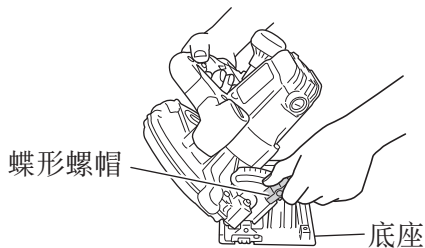
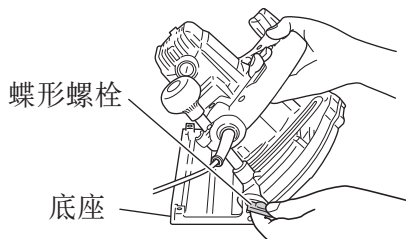
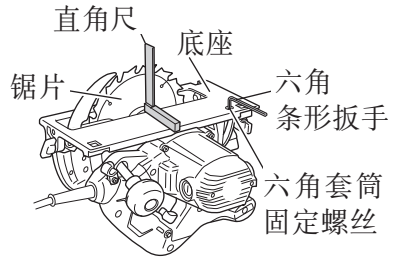

图 5
图 6
图 16
如图 5、图 6 所示拧松斜规上的蝶形螺帽和底座上的蝶形螺栓，根据底座的情况，锯片可能倾斜至 45 度的最大角度。完成调整之后，确认蝶形螺帽和蝶形螺栓是否拧紧。
- (1) 将底座转向上方（图 16）并拧松蝶形螺栓（第 10 页的图 5, 6）。
- (2) 将一把直角尺放在底座和锯片上，用六角条形扳手转动六角套筒固定螺丝，移动底座的位置以形成所需的正确角度